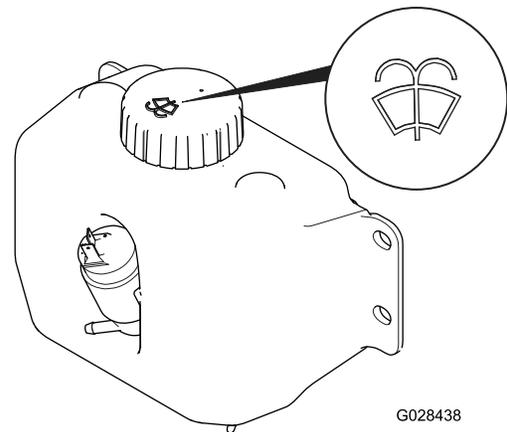

Figura 90
- Abra el capó y localice el depósito del líquido del parabrisas (Figura 90).